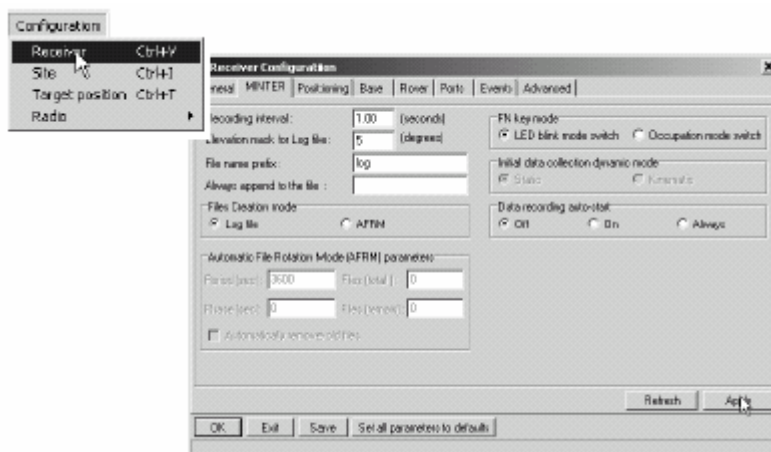

Figura 2-11. Configuración del receptor. Pestaña MINTER
2. Cuando estén conectados, haga clic en **Configuración ► Receptor** (Figura 2-11).
3. Haga clic en la pestaña *MINTER*, configure los parámetros siguientes y a continuación haga clic en **Aplicar** (Figura 2-11).